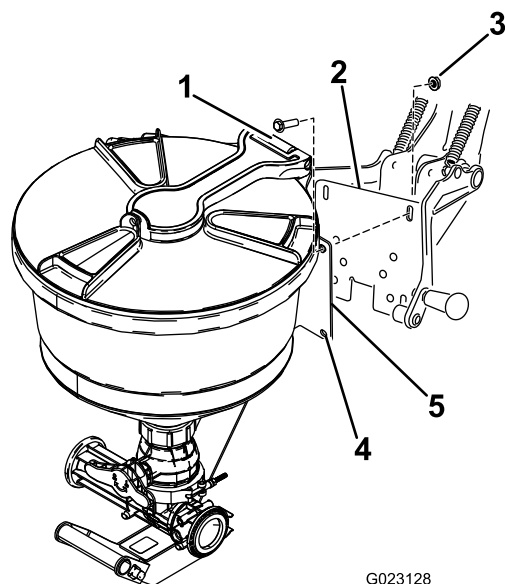

図 12
1. エダクタ取り付けプレートの穴を、クレードルサポートフレームのスロットに合わせる 図 12。